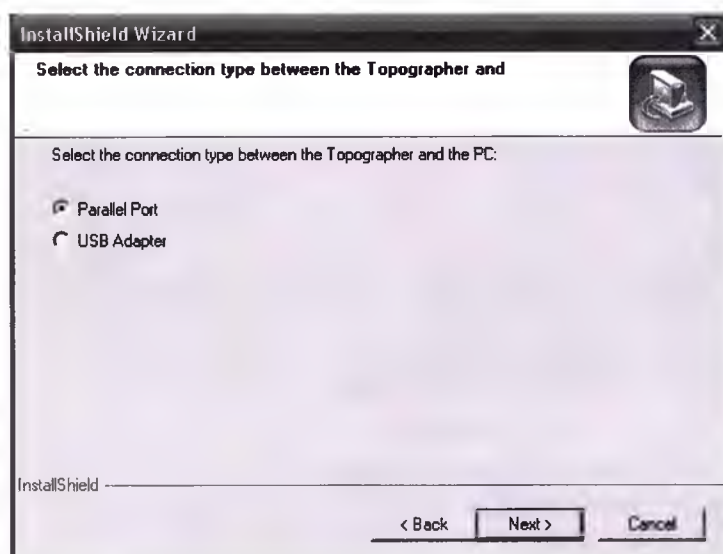

Рис.3
4. В появившемся окне выберите тип соединения топографа с компьютером **Parallel Port** или **USB Adapter** в случае использования переходника с параллельного порта на USB (рис.3)